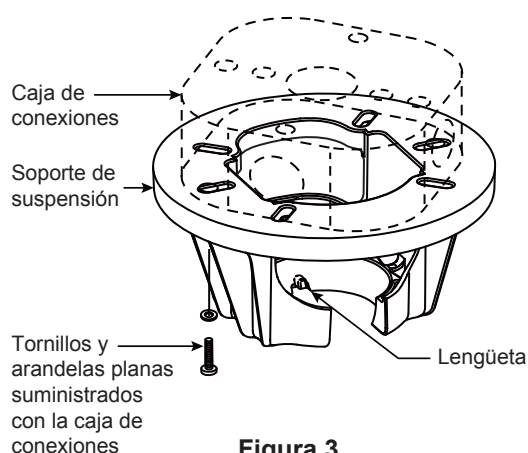

Figura 3
- ☐ 1. Fije bien el soporte de suspensión a la caja de conexiones con los tornillos y las arandelas planas suministrados con la misma. (Figura 3)
NOTA: Se deben pasar los tornillos de la caja de conexiones a través de los orificios que se encuentran en el soporte de suspensión. (Figura 3)
- ☐ 3. Con cuidado, levante el ventilador y apoye la unidad del barral/de la semiesfera en el soporte de suspensión que acaba de fijar a la caja de conexiones. (Figura 4) Asegúrese de que la ranura en la semiesfera esté alineada con el reborde del soporte de suspensión. (Figura 3)